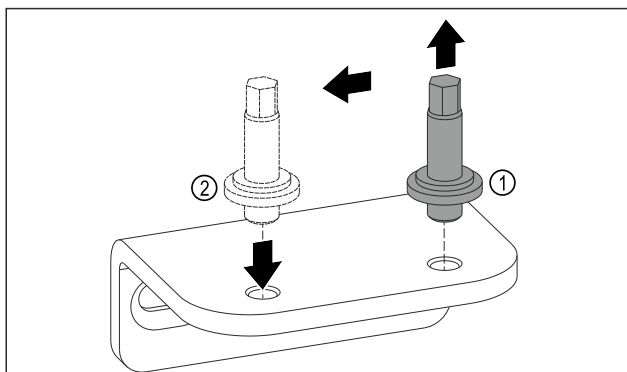

Fig. 13
- Odšroubujte šroub spodního stojanu ložiska pomocí imbusového klíče SW5. Fig. 13 (1)
- Zasuňte čep na opačné straně. Fig. 13 (2)